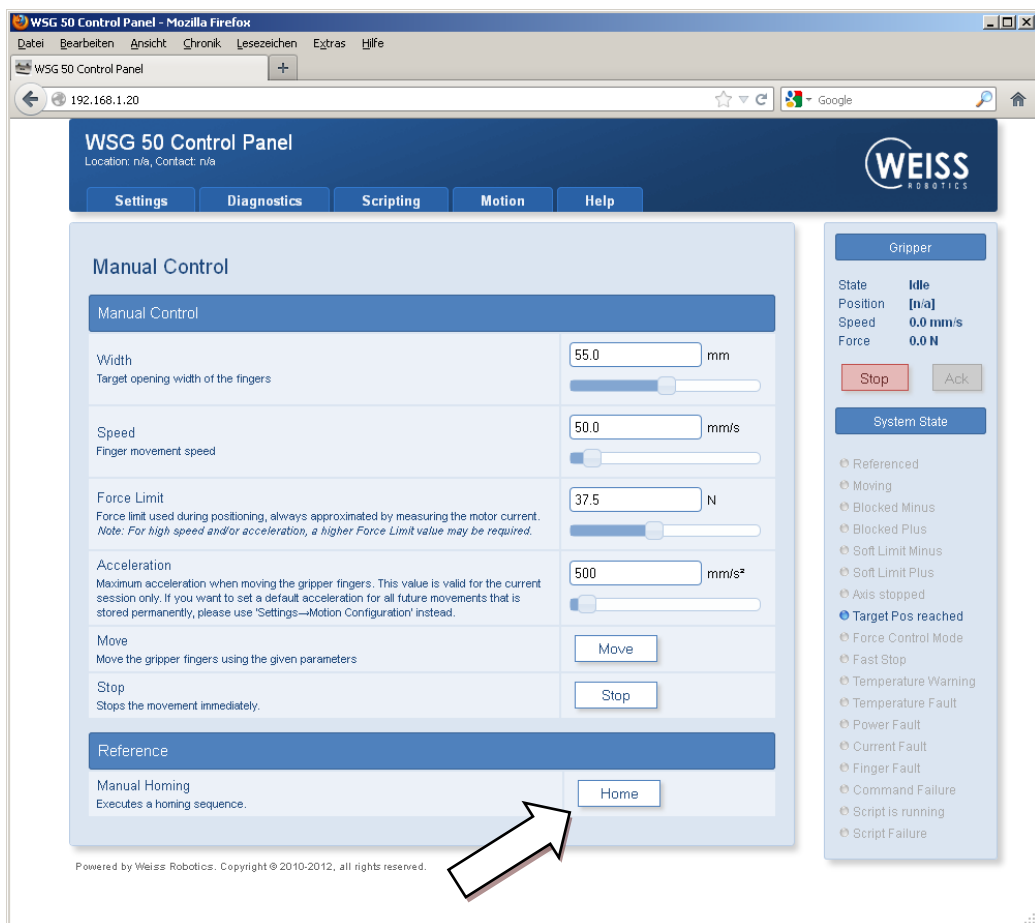

Abbildung 23: Konfigurationsseite „Manual Control“
6. Wählen Sie den Menüpunkt „Motion“ → „Manual Control“ und klicken Sie auf die Schaltfläche „Home“ (Abbildung 23). Das Modul wird sich nun referenzieren.